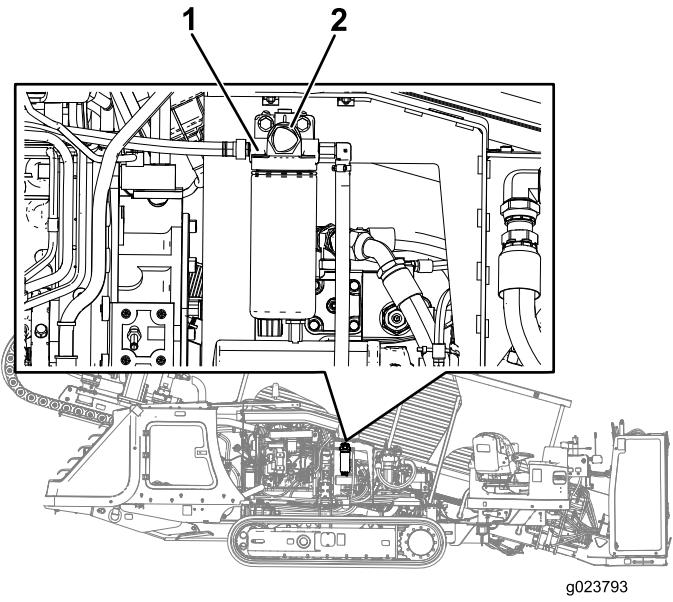

Bild 95
6. Suchen Sie die VORFÜLLTASTE oben am Filteradapter für den Hauptkraftstofffilter (Bild 95).
7. Drücken Sie mehrmals auf die VORFÜLLTASTE, bis Sie einen Widerstand spüren, wenn Sie die VORFÜLLTASTE drücken (Bild 95).
3. Legen Sie saubere Lappen unter den Hauptkraftstofffilter (Bild 95).
4. Lösen Sie die Schlauchklemmen und schließen Sie den Hauptkraftstofffilter von den Kraftstoffschlängen ab (Bild 95).
6. Schieben Sie die Schläuche auf das Schlauchanschlussstück des Hauptkraftstofffilters und ziehen die Schlauchklemmen an (Bild 95).